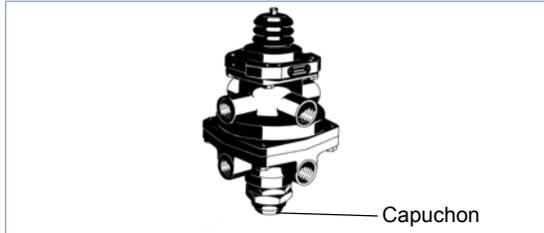

Fig. 7 Position du capuchon dans l'appareil
- Réglage de la pression avec le capuchon (voir fig. 7).